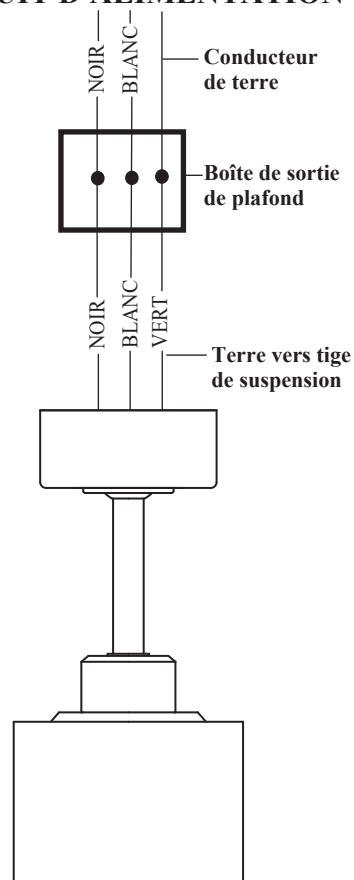

Figure 10
1. Raccordez le fil d'alimentation du ventilateur (noir) au fil noir du secteur comme illustré dans la Figure 10.
1. Raccordez le fil d'alimentation du ventilateur (noir) au fil noir du secteur (câble conducteur entre le plafond et le boîtier de prise murale). (Fig. 10)